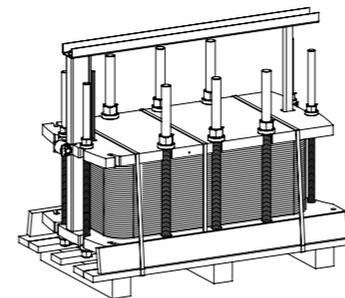

Fig.1a
- Respete las consignas de eslingado (Fig. 1a + 1b + 2)